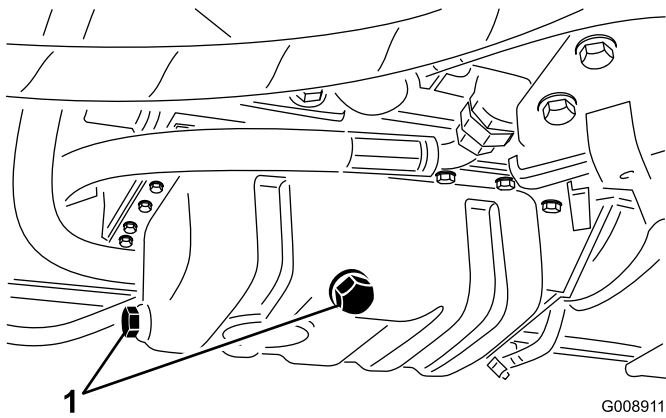

Рисунок 47
1. Снимите любую пробку сливного отверстия (Рисунок 47) и дайте маслу стечь в сливной поддон.